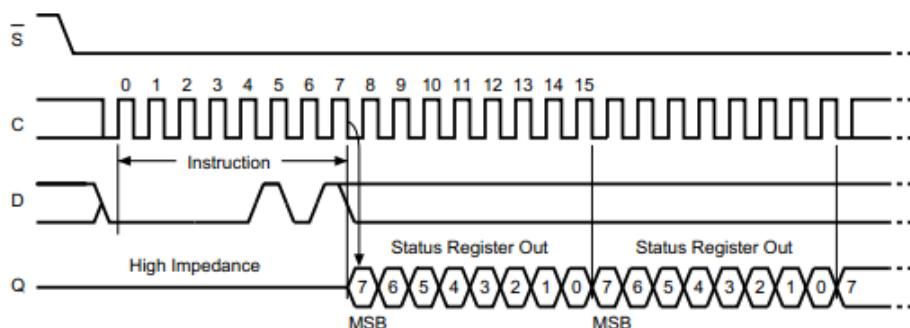

图 15-10 状态寄存器读时序
(7) 解析状态寄存器用来获取芯片是否工作结束，如图 15-10 所示为状态寄存器读时序。